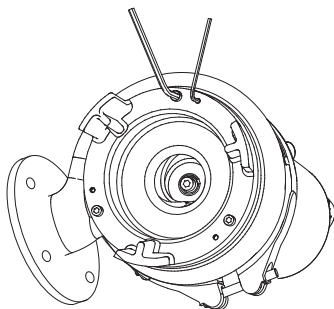

Рис. 14 Вид на насос со стороны всасывающего патрубка
d) Неверная регулировка зазора рабочего колеса.	Отрегулировать рабочее колесо. См. раздел 15.1 Регулировка зазора рабочего колеса, рис. 14.